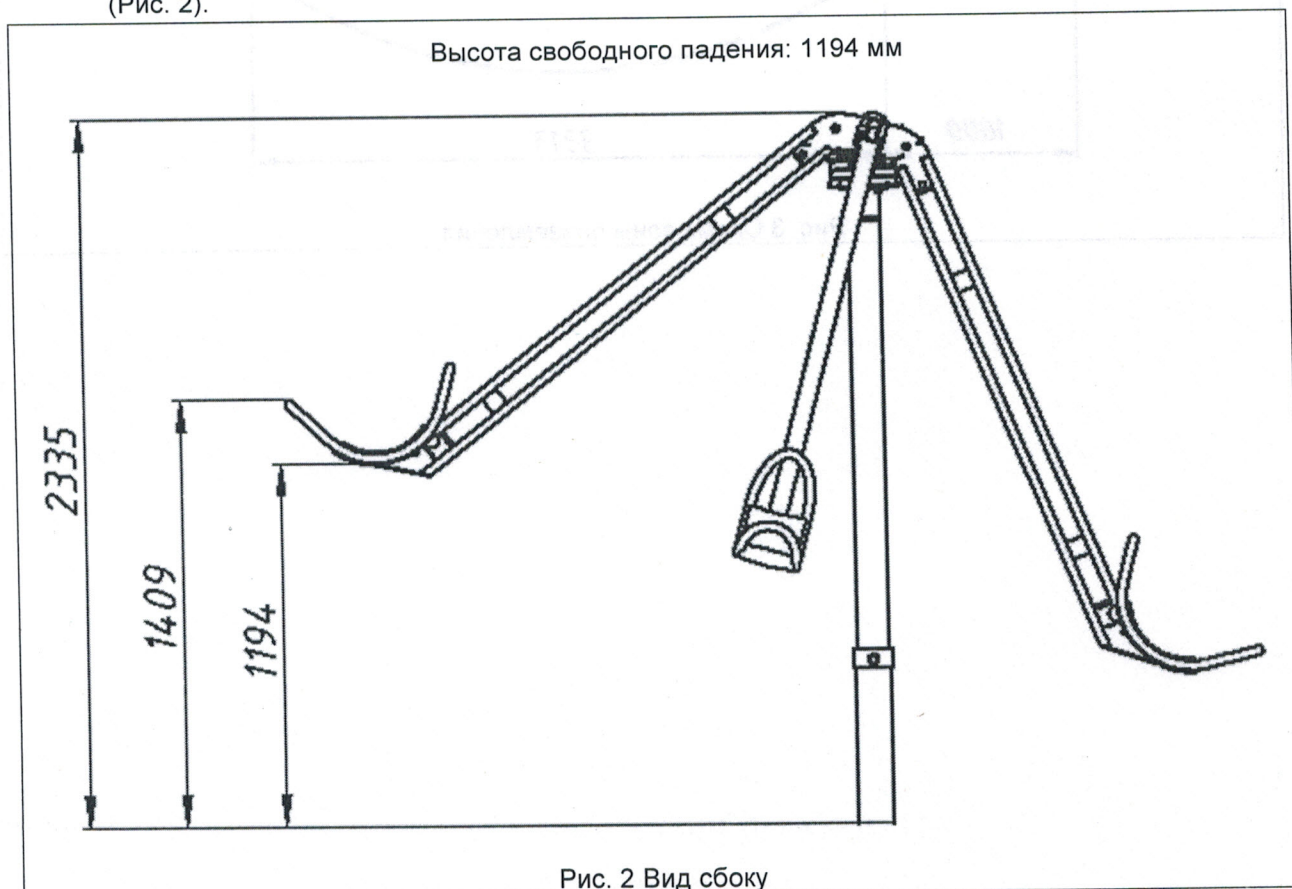

Рис. 2 Вид сбоку
22.2. Высота свободного падения Качалка детской игровой площадки серия BALL'I «BA-09.03» (Рис. 2).